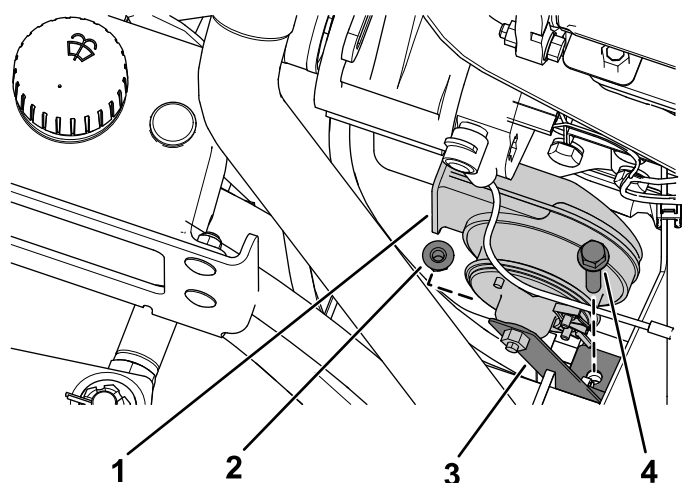

Figura 33
13. Fije el claxon al soporte de montaje de claxon con el perno y la tuerca que retiró anteriormente (Figura 33).